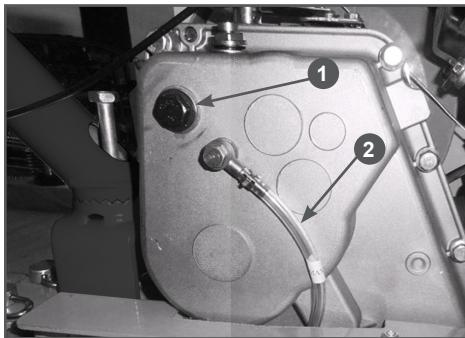

Рис. 13 Заправка масла в коробку передач
(Рис. 13).
4. Уровень масла в коробке передач контролируется с помощью специальной трубы 2 (Рис. 13). На трубке нанесены две метки «MAX» и «MIN». Уровень масла в коробке передач должен быть по верхнюю метку «MAX» на трубке. При необходимости долейте масло до требуемого уровня.